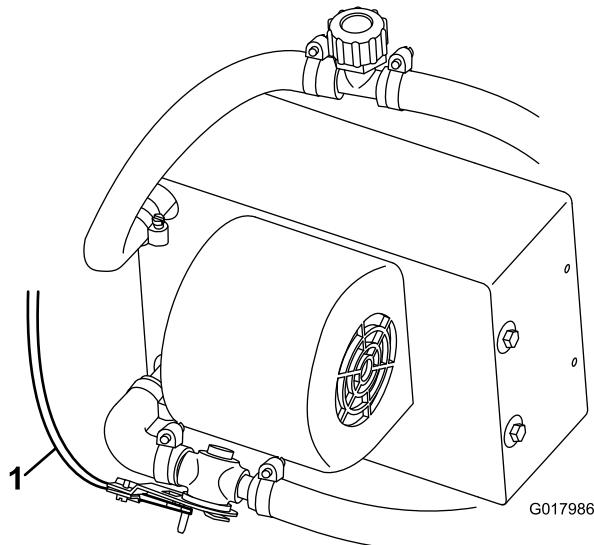

Figura 18
8. Encaminhe e ligue o cabo do controlo do aquecedor à válvula do aquecedor (Figura 18).